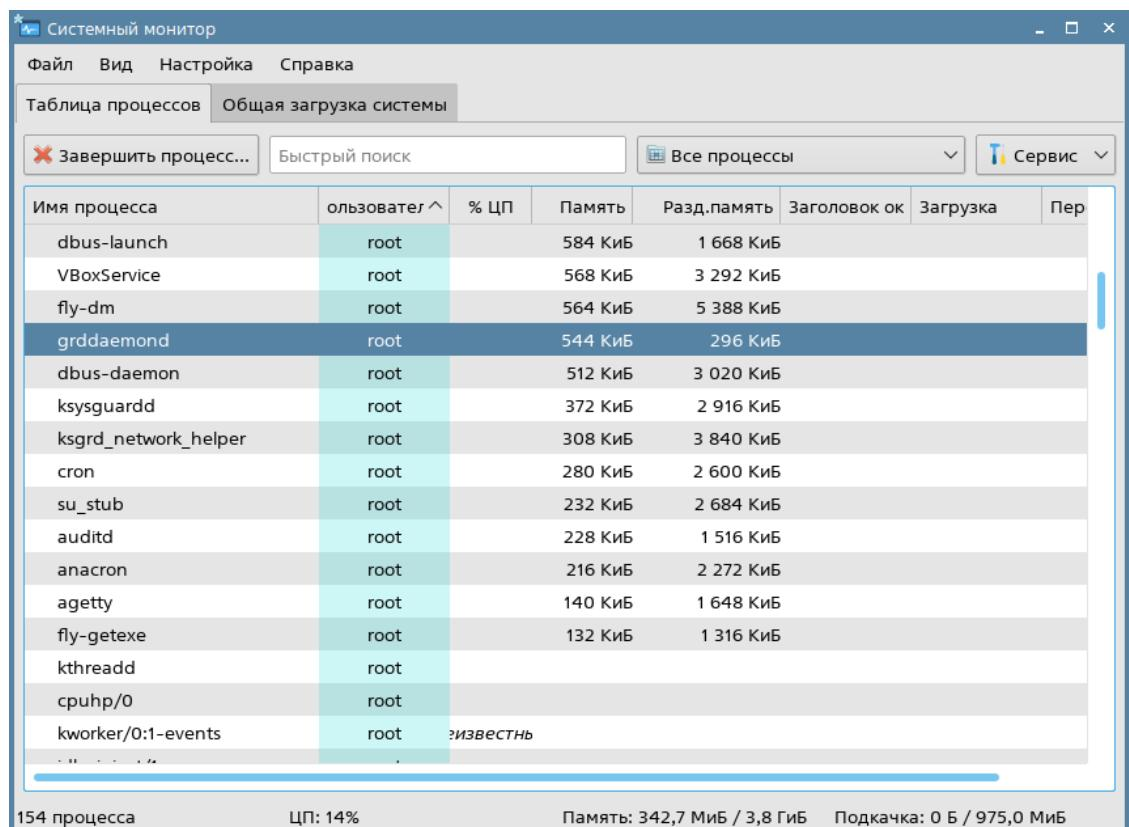

Рисунок 220 - Системный монитор
3. В системном мониторе проверьте, что присутствует процесс **grddaemond** (Рисунок 220).